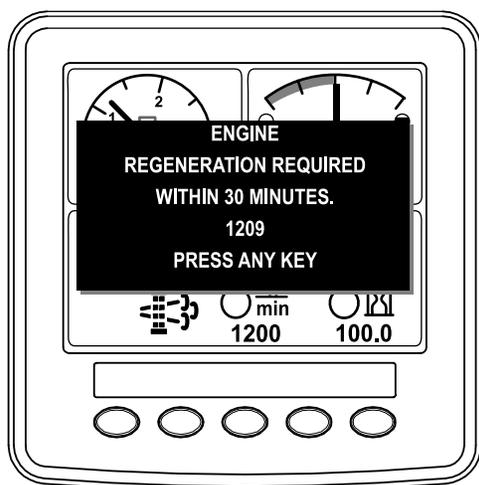

Рисунок 63
- Если вы проигнорируете запрос на регенерацию с парковкой (отображенный на дисплее инфо-центра) и продолжите эксплуатировать машину (Рисунок 63), в